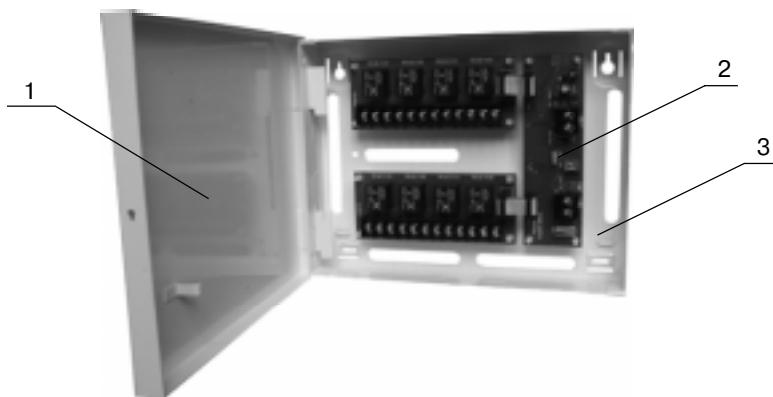

Рис. 15 Конструкция БРВ-А
Конструкция БРВ-А приведена на рис. 15. Основными элементами БРВ-А являются: крышка (1), печатные платы (2), основание (3).